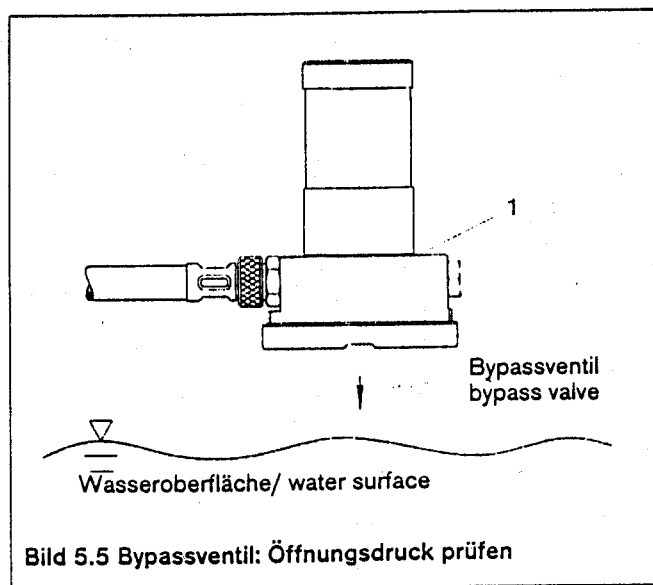

Bild 5.5 Bypassventil: Öffnungsdruck prüfen
- Um zwischen den Markierungen "Min" und "Max" (Bild 5.5) zu öffnen, muß das Bypassventil einen Ansprechdruck von  $-8^{+2}$  mbar haben. Liegt der Öffnungsdruck außerhalb des angegebenen Bereiches, ist das Hebelspiel des Bypassventils neu zu justieren.